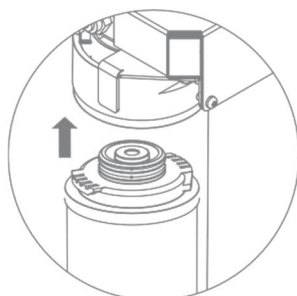

Рис. 17
3. Вставьте картридж с небольшим усилием в крышку системы (рис. 17).